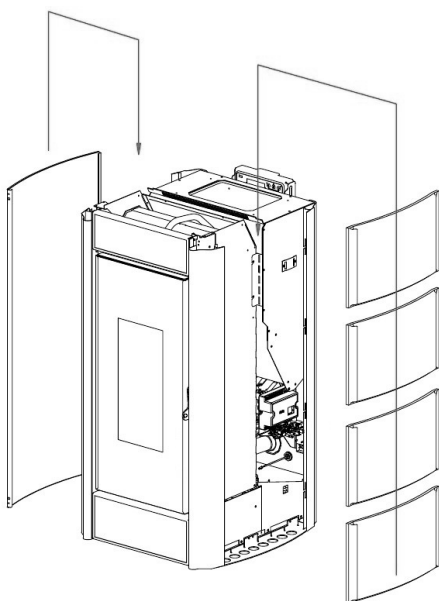

Fig. 36 - Inserir as laterais
- Inserir as laterais nas específicas guias abaixando-as lentamente até ao fundo (ver **Fig. 36**).